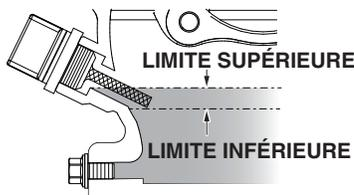

Figure 5. Jauge d'huile moteur (Niveau d'huile)
4. Si le niveau d'huile est faible (Figure 5), remplir jusqu'au bord du trou de remplissage d'huile avec le type d'huile recommandé comme indiqué dans Tableau 5. Voir Tableau 2 pour la capacité de remplissage maximale de l'huile moteur.